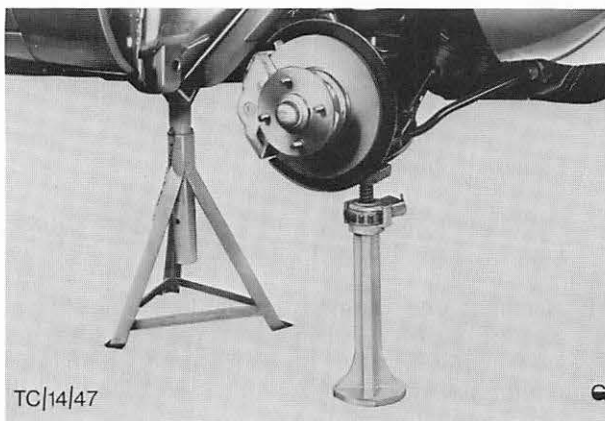

Abb. 51 Unteren Querlenker mit Spindelheber etwas anheben
3. Spindelheber unter den unteren Querlenker setzen und Querlenker etwas anheben, damit die Feder leicht zusammengedrückt wird. Abb. 51.